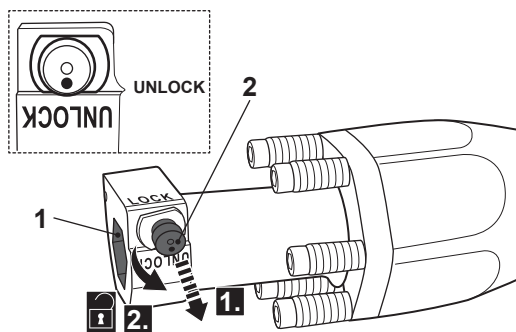

Fig. 1
- > Limpie y aplique una ligera capa de grasa en el extremo del vástago del útil (11).
- > Asegúrese de que el perno de bloqueo está en la posición DESBLOQUEADO. Tire del perno de bloqueo (2) y gírelo 180° para liberar la entrada del portaherramientas si es necesario (Fig. 1).